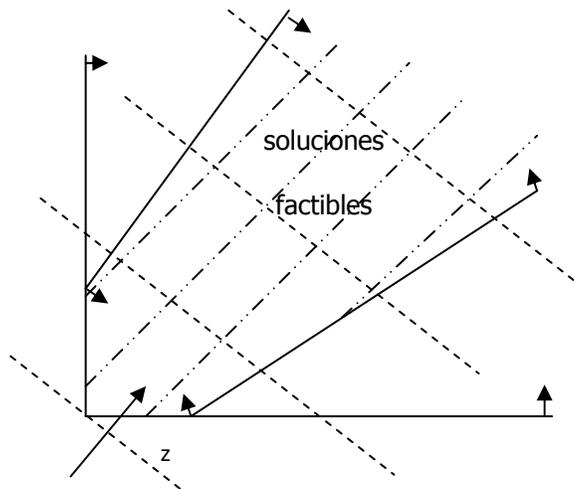

Figura 2.5 Problema no acotado
- c) El problema no está acotado. Si la región de soluciones factibles se abre al infinito la función objetivo no tendrá un máximo definido (figura 2.5) y el método Simplex no convergerá.